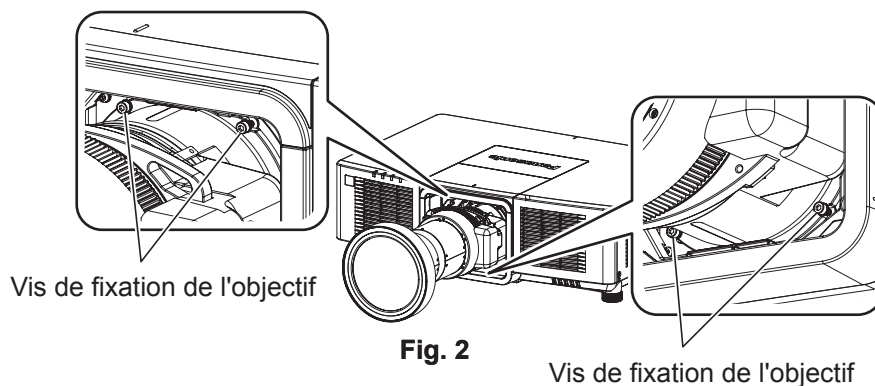

Fig. 2
- Pour la lentille zoom (N° de modèle : ET-EMU100), retirez les vis de fixation de lentille (4 emplacements) autour de la lentille de projection à l'aide d'un tournevis hexagonal à pointe sphérique fourni avec la lentille zoom (N° de modèle : ET-EMU100). (Fig. 2)